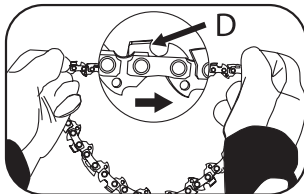

Рис. 3D
4. Расстелите цепь в круг, направив режущие кромки (D) по часовой стрелке. (Рис. 3D)